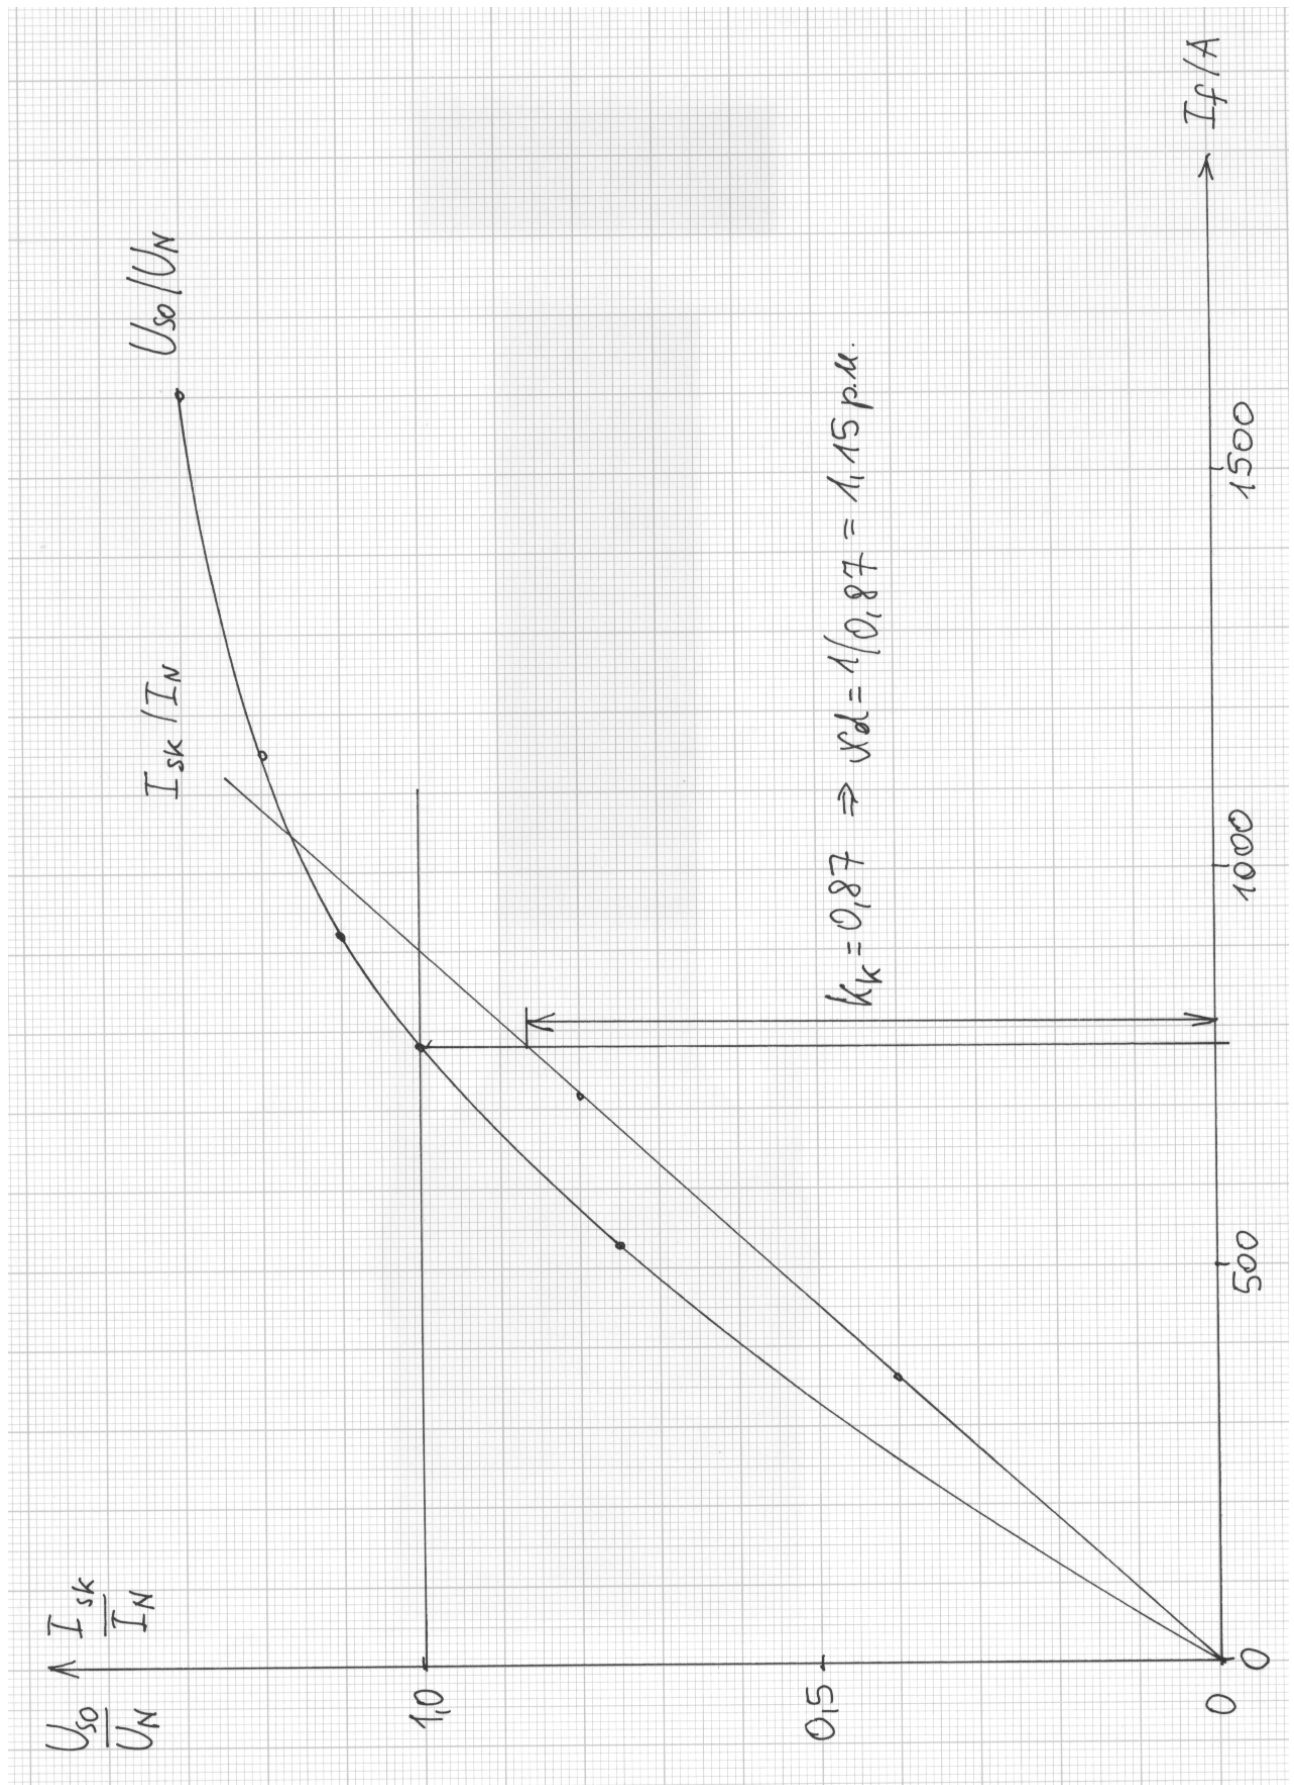

Bild 3.1-1: Leerlauf- und Kurzschlusscharakteristik des Flusskraftwerk-Synchrongenerators
- 1) Leerlauf- und Kurzschlusscharakteristik mit bezogenen Größen (Bild 3.1-1):
- 2) $k_K = I_{f0} / I_{fk} = \underline{0.87}$ aus Bild 3.1-1